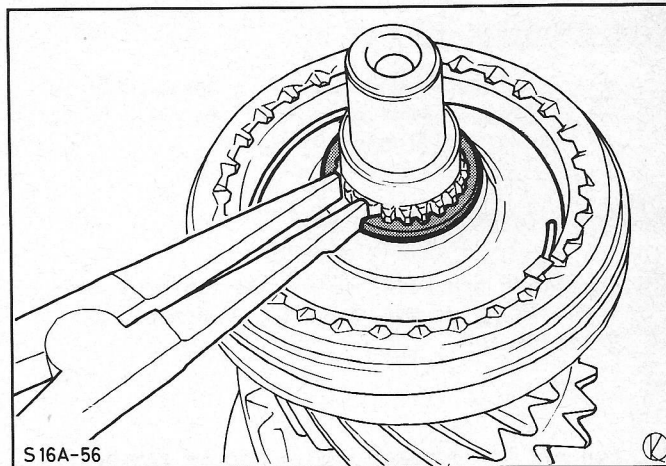

Fig. 25 Borgring van synchro van 3e/4e versnelling monteren.
39. Breng de synchro van de 3e/4e versnelling aan. Monteer de borgring, fig. 25.